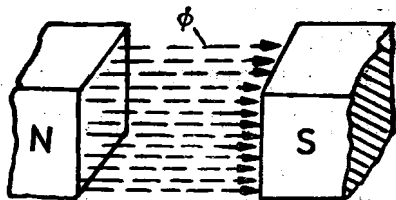

图 1—5
3. 磁力线互不交叉，并具有互相向侧面排斥的倾向，这就是同性磁极相斥的原因，如图 1—4 所示。
磁通就是通过某一面积内的磁力线数。磁力线既然是一根一根的线条，所以磁通可以用多少根“线”来做单位。譬如，象图 1—5 所示那样，若有一万根磁力线通过该垂直面，我们就可以说这个磁极的磁通为一万线。除线这个单位外，磁通还有别的单位，其中“马克士威”（简称“马”）是基本的单位，1 马就代表我们平常所说的一根磁力线。此外，磁通还用“韦伯”（简称“韦”）做单位。它们两者有如下关系：
把一根导线两端接一个电流表，构成闭合回路，当导线在磁场中切割磁力线运动时，电流表指针发生偏转，如图 1—6 所示。